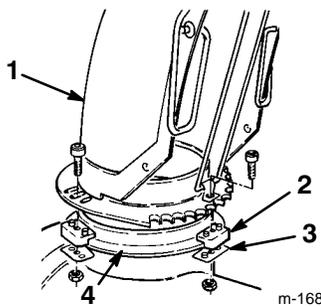

Abbildung 12
- Den Auswurfkanal (offene Seite nach vorne) so auf die Spindelauswurföffnung setzen, daß sich die Auswurfkanal- Plastikhalterungen am Auswurfkanalring befinden (Abb. 12).
- Die Maschinenschraube und die Sicherungsmutter an der linken Seite anziehen, um die Auswurfkanal-Plastikhalterung an der Auswurfkanal- Halteplatte zu positionieren und um den Auswurfkanal am Auswurfkanalring zu befestigen (Abb. 12).
- Die Auswurfkanalhalterungen an der rechten Seite zum Auswurfkanal (geschlitzt) schieben und die Maschinenschraube anziehen (Abb. 12).
- Darauf achten, daß sich der Auswurfkanal am Auswurfkanalring frei drehen kann. Wenn der Auswurfkanal blockiert, die rechte Halterung nach außen bewegen (Abb. 12).